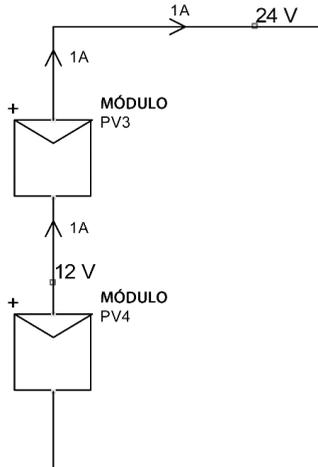

Figura 1.9. Conexión en serie de módulos fotovoltaicos
- **Conexión en serie:** se conecta un polo positivo de un módulo negativo con el polo negativo del siguiente. Con ello se consigue aumentar la tensión y mantener el mismo valor de corriente generada. La tensión generada es igual a la suma de todas las tensiones por cada módulo o, lo que es lo mismo, al producto de la tensión de un módulo por el número de módulos (ya que se supone que tienen las mismas características). Se muestra un ejemplo en la figura 1.9, con dos módulos fotovoltaicos de 12 voltios y 1 amperio conectados en serie, para suministrar 24 voltios y 1 amperio.